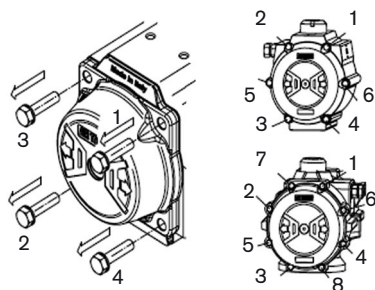

Fig. 9 : Démontage des couvercles
- Placer le joint de couvercle (pos. 14) dans la rainure,
- Mettre les couvercles sur le corps (pos. 50) et vérifier si les joints toriques restent dans la rainure,
- Mettre les vis de couvercle (pos. 13) en place et les serrer dans l'ordre (voir Fig. 9 :).
**Montage des vis de réglage (pos. 02) :**